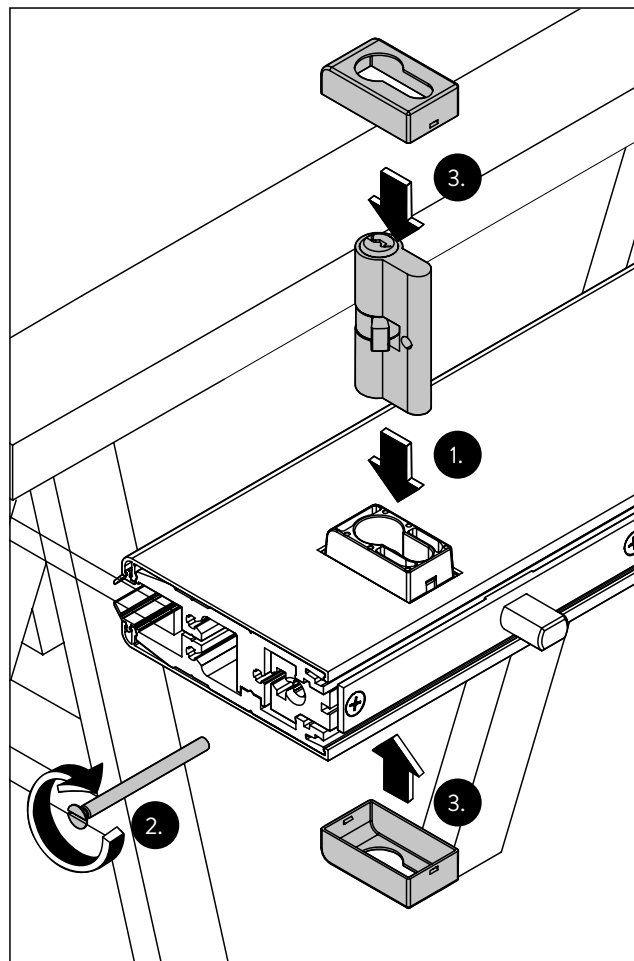

Abb. 39 Das Schloss-Modul finalisieren
- Den Schließzylinder einsetzen. Dabei darauf achten, dass der Mitnehmer des Zylinders in die Aussparung passt (Abb. 39/1).
- Den Schließzylinder mit der Schraube von der Stirnseite verschrauben (Abb. 39/2).
- Die Abdeckkappen auf die Rosetten drücken (Abb. 39/3).